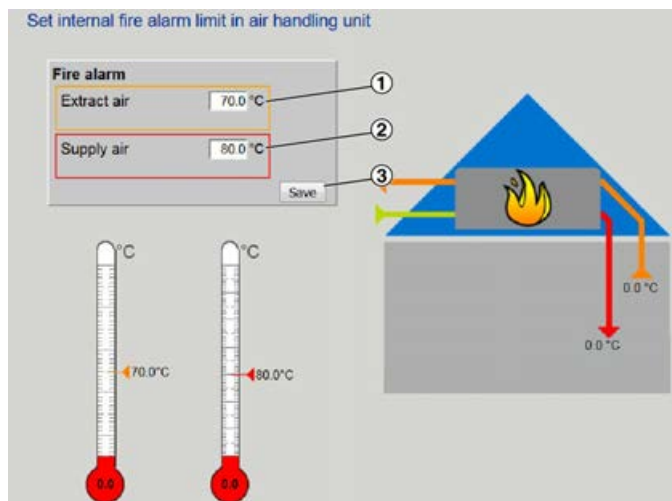

Fig. 45: Ajuste de los límites de temperatura para una alarma de incendio
- ▶ Introduzca el límite de temperatura del aire de retorno (Fig. 45 /1).
- ▶ Introduzca el límite de temperatura del aire de impulsión (Fig. 45 /2).
- ▶ Haga clic en «Guardar» (Fig. 45 /3).